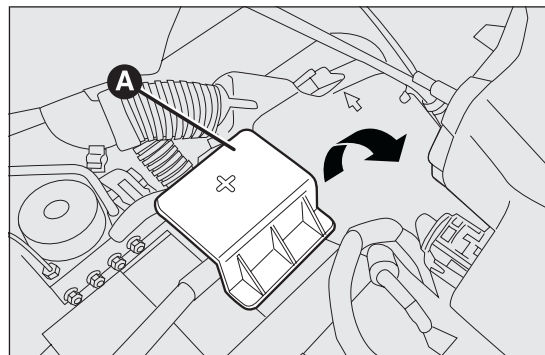

fig. 167
- quitar la tapa A fig. 167 de protección del polo positivo de la batería levantándolo hacia arriba;